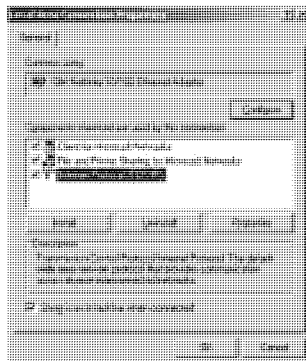

Рис. 6. Окно свойств подключения через локальную сеть
5. Выберите *Internet Protocol* («протокол интернета») и щелкните по кнопке *Properties* (см. рис. 6).